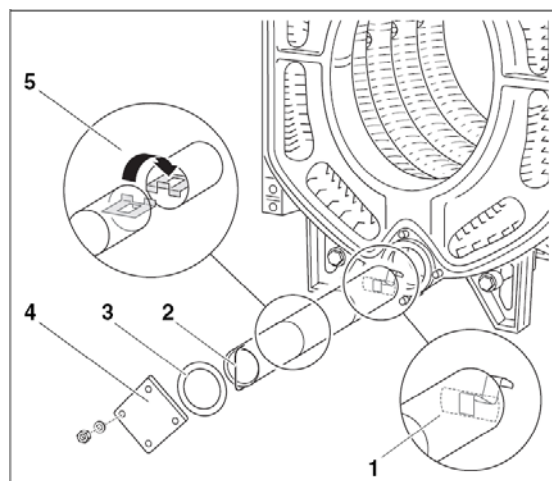

Fig. 23
- Tryck först rökröret med fjäder ( $L_3$ ) in i den nedersta nippelgången (Fig. 23, **pos. 1**).
- Sätt de övriga rökrören ( $L_2$ ) samman som visas på detaljritningen (Fig. 23, **pos. 5**).
- Sätt på rökröret med handtagsstycket ( $L_1$ ) till sist (Fig. 23, **pos. 2**).
- Stäng den nedersta nippelgången med en packning (Fig. 23, **pos. 3**) och en blindfläns (Fig. 23, **pos. 4**).